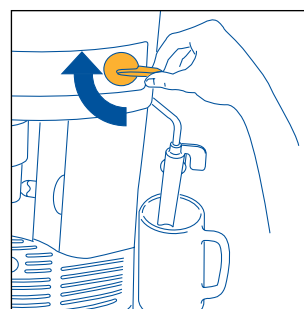

Fig.6
4. Ao fim de alguns segundos, sairá um pouco de água através do emulsionador de cappuccinos. Quando a chávena estiver com cerca de 30cc, rode até meio o botão do vapor para a direita (fig. 6), até ao limite máximo, para interromper a saída da água.
- Para interromper a saída da água quente, rode o botão para a direita até ao limite máximo (fig. 6) e coloque novamente o emulsionador de cappuccinos na posição original, virado para o centro da máquina.
- Empurre o emulsionador de cappuccinos para fora (fig. 6).
- De seguida, interrompa a ejeção rodando o botão para a direita até ao limite máximo (fig. 6)
- Uma vez atingida a temperatura desejada, interrompa a extracção do vapor, rodando o botão do vapor para a direita, até ao limite máximo (fig. 6).